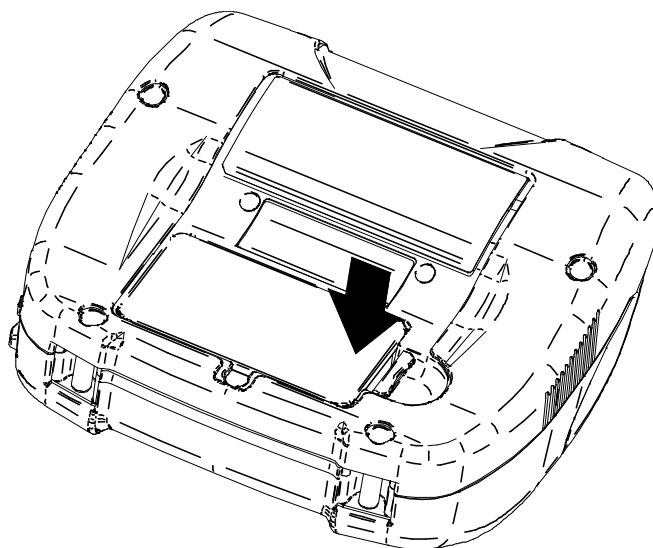

Figura 8-3 Instalar a bateria (3)
- (3) Pressionar a patilha da bateria "b" na direção da seta em Figura 8-3 até encaixar na ranhura da impressora "B".